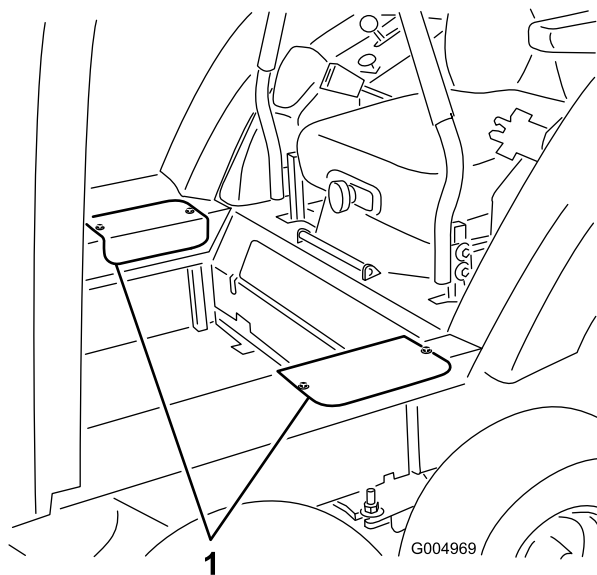

Figure 32
24. Posez les couvercles d'accès latéraux avec les vis retirées précédemment (Figure 32).